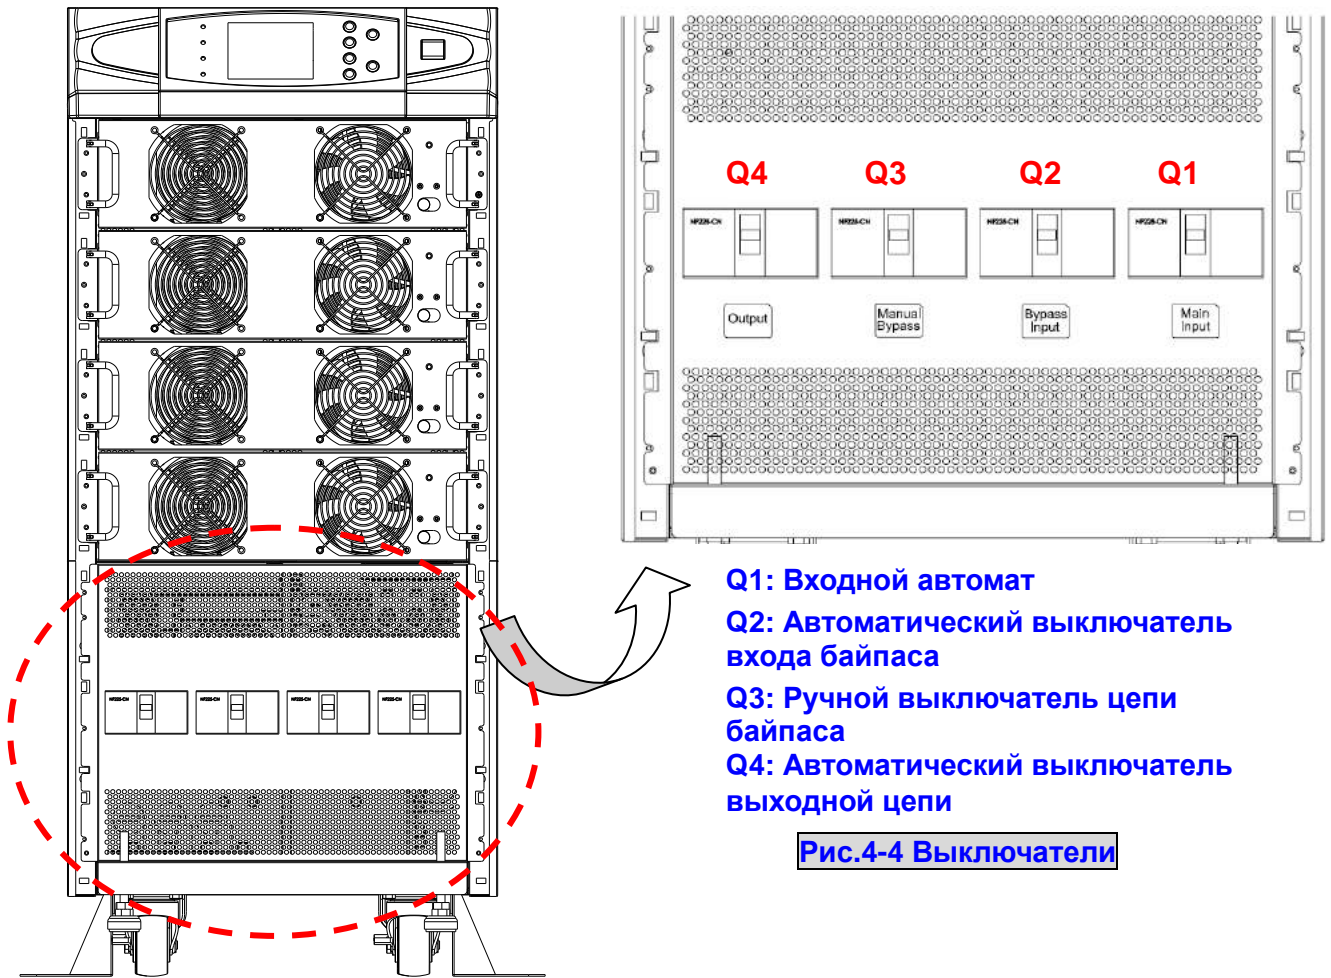

**Рис.4-3 Клеммная коробка**
1. Снимите крышку задней стенки. См. рис. 4-3.
9. Подключите все провода к соответствующим клеммам согласно схеме (См. рис. 4-3).
5. Подключите каждый провод к соответствующей клемме согласно схеме (см. рис. 4-3).